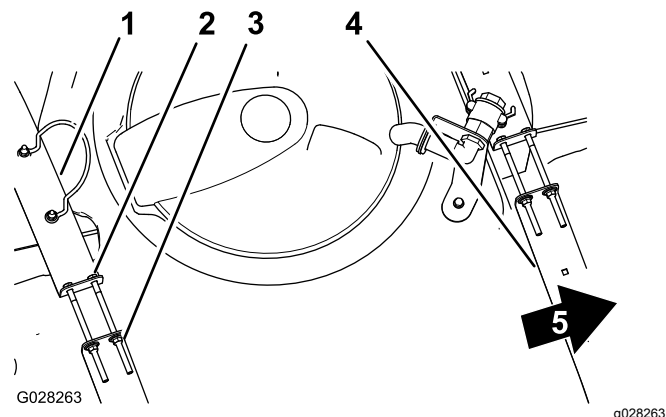

Figura 17
2. Verifique se há algum movimento entre as correias do depósito e o depósito (Figura 17).
3. Se as correias do depósito estiverem largas, aperte os parafusos e as porcas de bloqueio na parte superior das correias até estas ficarem justas à superfície do depósito (Figura 17).